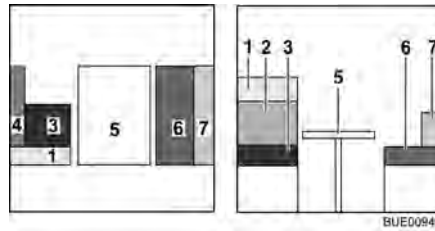

Fig. 108 Prima della trasformazione
- Trasformare il tavolo (Fig. 108,5) in struttura di supporto letto (vedi paragrafo 6.10).
- Mettere da parte entrambi i cuscini dello schienale (Fig. 108,1 e 2).
- Mettere da parte il cuscino laterale (Fig. 108,4).